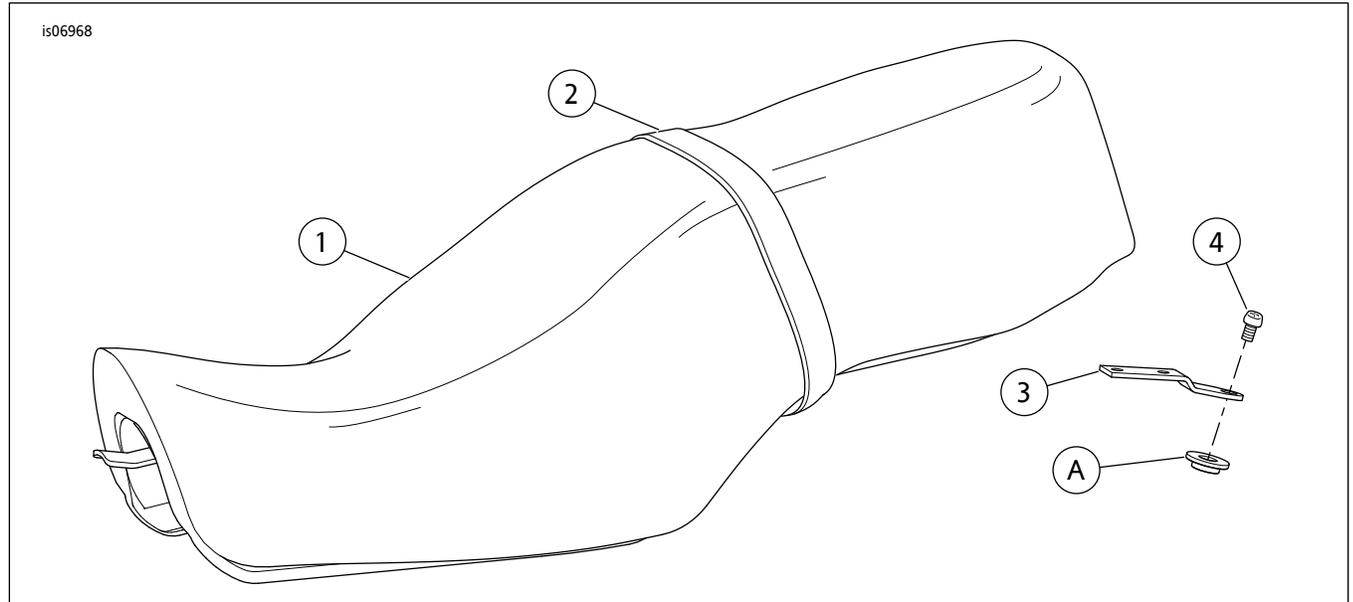

图3。维修零件：XL座椅
参见图3和表1。
3. 参见图3。向上拉动座椅中部，检查确认座椅是否锁定到位。（应存在少量间隙，但是座椅应只能移动约半英寸，然后将通过座椅下侧的柱牢固固定到位。）如果座椅未牢固固定到位，重复步骤2，直至座椅牢固固定到位。必要时可参阅车主手册了解更换座椅的进一步说明。